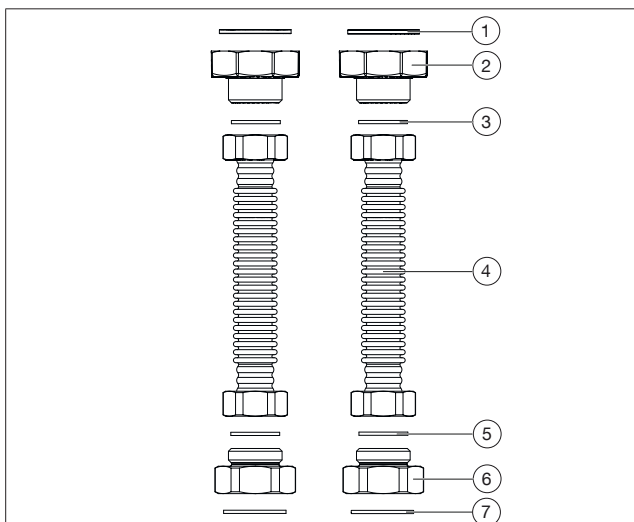
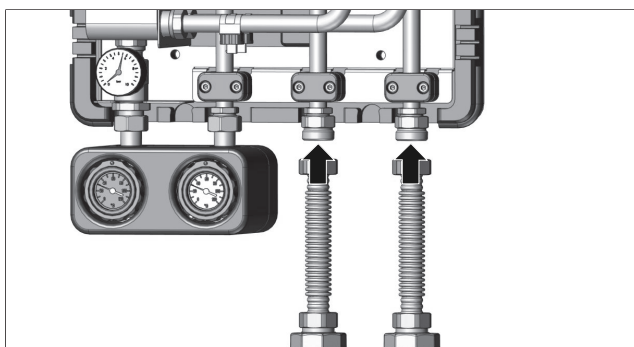

Fig. 29: Structură set de racordare
Fig. 30: Înșurubarea țevelor de racordare (racordare din partea de jos)
(1)	Garnitură (Ø 44,5 mm)
(2)	Racord de trecere de la F1 la F 1 1/2; racordare la grupul de pompare (cuplu 25 Nm; cheie mărimea 54)
(3)	Garnitură (Ø 30,3 mm)
(4)	Țeavă flexibilă din inox; 150 mm (cuplu 45 Nm; cheie mărimea 37)
(5)	Garnitură (Ø 30,3 mm)
(6)	Racord de trecere de la F 3/4 la F 1; racordare la modulul termic (cuplu 45 Nm; cheie mărimea 32)
(7)	Garnitură (Ø 24 mm)
- Introduceți garniturile (vezi fig. 29 de la pag. 25 (7)) în racordurile de trecere (6).
- Înșurubați manual racordurile de trecere (6) la modulul termic.
- Introduceți garniturile (3) între racordurile de trecere (2) și țevile flexibile din inox (4) și strângeți manual componentele.
- Înșurubați manual țevile flexibile din inox (4) la racordurile de trecere (6). Vezi fig. 30 de la pag. 25.
- Strângeți bine toate racordurile (cuplurile care trebuie aplicate în fiecare caz se găsesc în legenda din fig. 29, pag. 25).